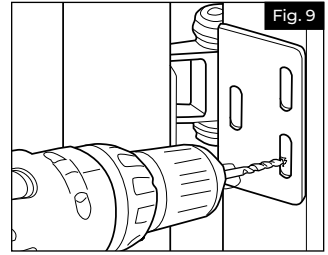

Fig. 9
- a. Ouvrir la barrière. Percer des avant-trous de  $\frac{3}{32}$ " (2,4 mm) à travers les trois fentes de vis sur le côté des bras mobiles. Les avant-trous doivent être percés au centre des fentes de vis afin de faciliter le réglage vertical des charnières (Fig. 9). Fixer les charnières à l'aide de trois vis à tête cylindrique de  $1\frac{1}{4}$ " (3,18 cm).